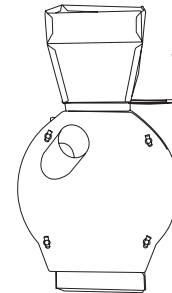

Рис. 10
- Проверьте перемещение пластины заслонки (1). Она должна двигаться с небольшим сопротивлением. Если она слишком затянута, ослабьте немного шесть винтов, пока заслонка не будет двигаться плавно. Если же она движется слишком свободно, возможно она будет двигаться самостоятельно при работе измельчителя. Вы должны вывернуть шесть винтов, снять воронку и заслонку. Немного согните вручную пластину заслонки и установите на место (Рис. 10).